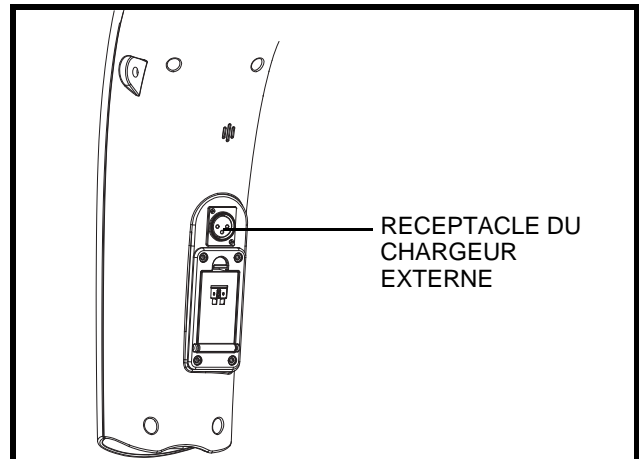

Figure 6. Réceptacle du chargeur externe
Pour le branchement du cordon du chargeur à batteries externe. **Voir la figure 6.**
4. Branchez le connecteur 3-branches du chargeur dans le réceptacle du chargeur. **Voir la figure 6 and 11.**